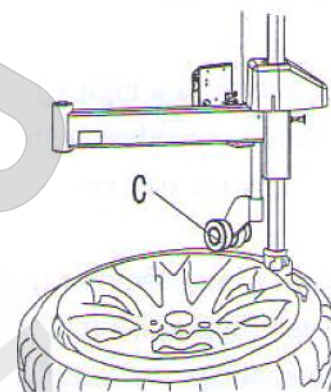

Рис.11
3. Прижать шину монтажной головкой. Вставить монтажную лопатку (N) в зазор между ободом колеса и бортом шины. Вытянуть борт и зацепить его на монтажную головку. Вручную повернуть прижимной ролик С внутрь, нажать рукоятку D, чтобы прижать ролик С к шине, обеспечив зазор между ободом колеса и монтажной головкой в 3-5мм во избежание повреждения колесного диска. Повернуть рабочий стол станка и выполнить демонтаж верхнего борта шины (рис. 11).